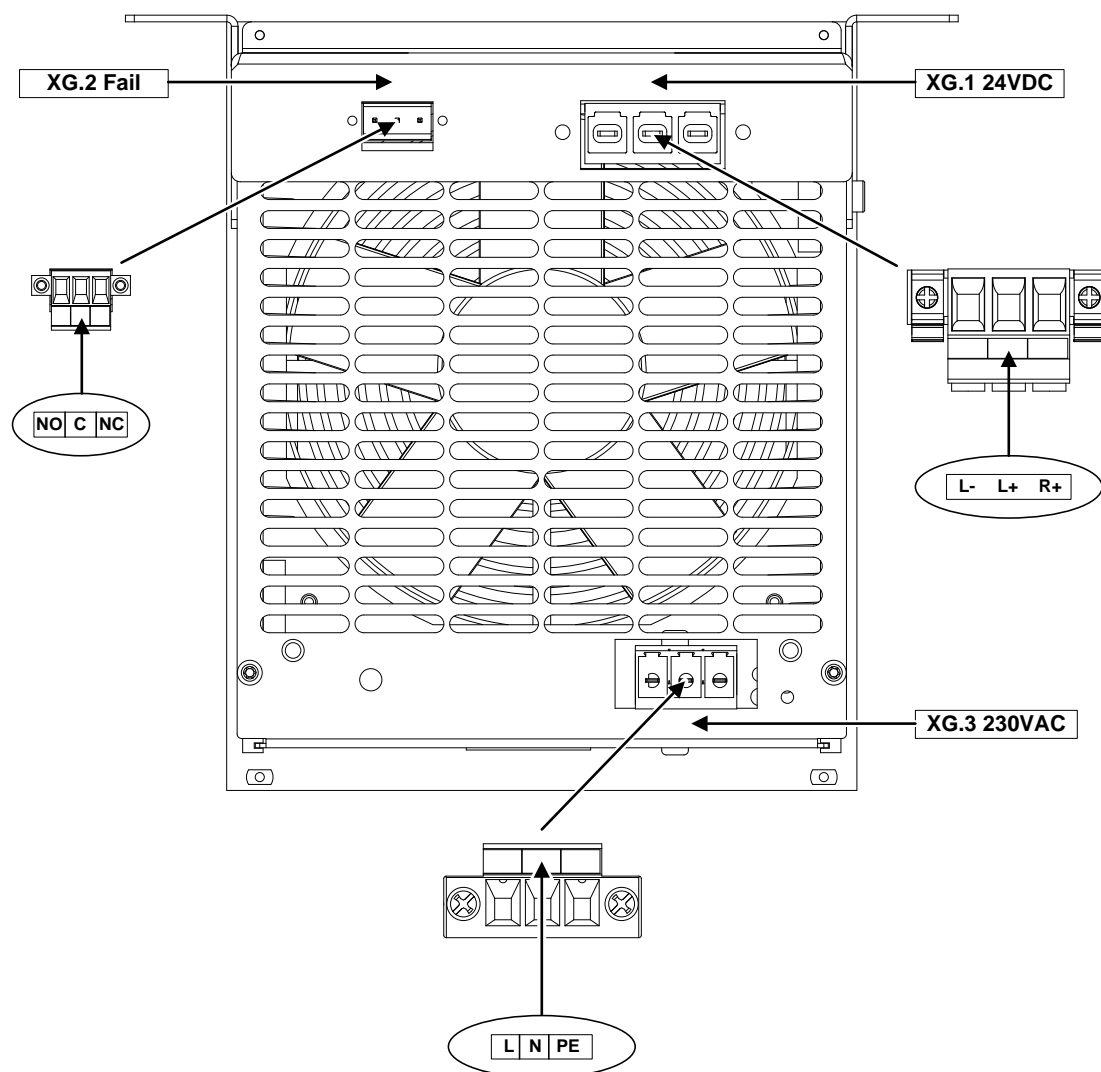

Рис. 5: Место размещения наклеек и планок с гнездами
3. Соединенные проводами планки с гнездами вставьте в блок питания и закрепите с помощью соответствующей отвертки, см. Рис. 5.